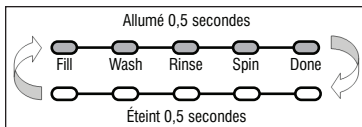

Figure 2 - Les témoins DEL clignotent d'allumé à éteint
- Tourner le bouton sélecteur de programme jusqu'à ce que les témoins DEL clignotent d'allumé à éteint (voir figure 2, page 22).